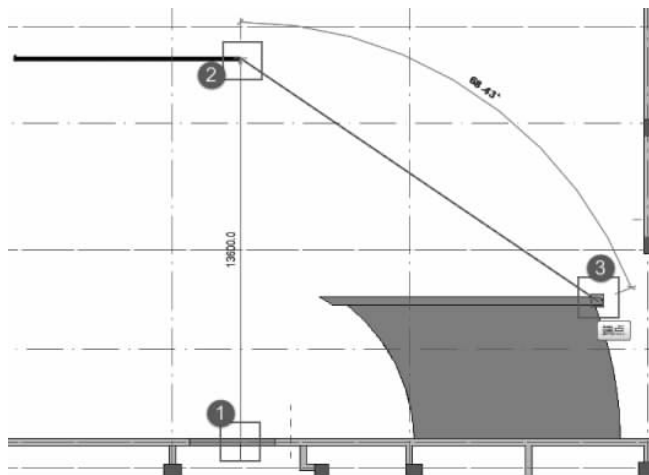

图 3-19 绘制弧形幕墙
(7) 如图 3-19 所示,首先单击模型线和轴线①的交点,再选择刚刚绘制的幕墙终点的端点,最后选择链接结构模型的一个端点。